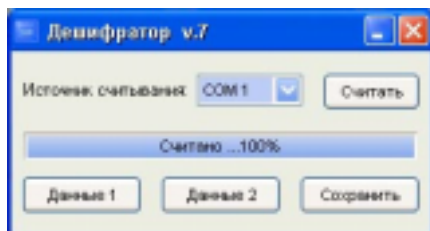

Рисунок 5
3.7 После считывания данных из ключа сохранить их в файл для дальнейшей обработки. Для этого необходимо нажать кнопку СОХРАНИТЬ в нижней части рабочего окна (рисунок 5).